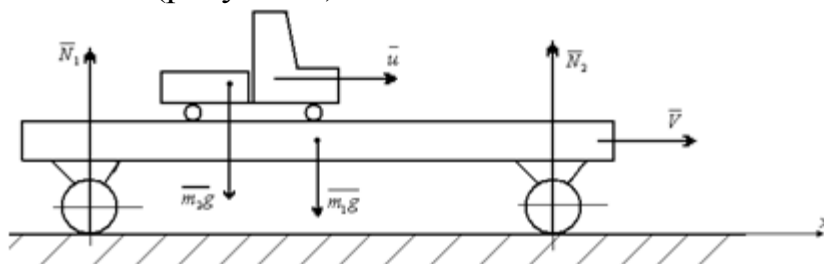

Рис.1
2. На горизонтальной находящейся в покое платформе, установленной на рельсах, находится автомобиль. В некоторый момент времени автомобиль начал двигаться по платформе. Пренебрегая трением между рельсами и колесами платформы и сопротивлением воздуха, определить закон изменения ее скорости  $V$  в зависимости от скорости автомобиля  $u$  относительно платформы. Масса платформы равна  $m_1$ , масса автомобиля  $m_2$  (рисунок 1).